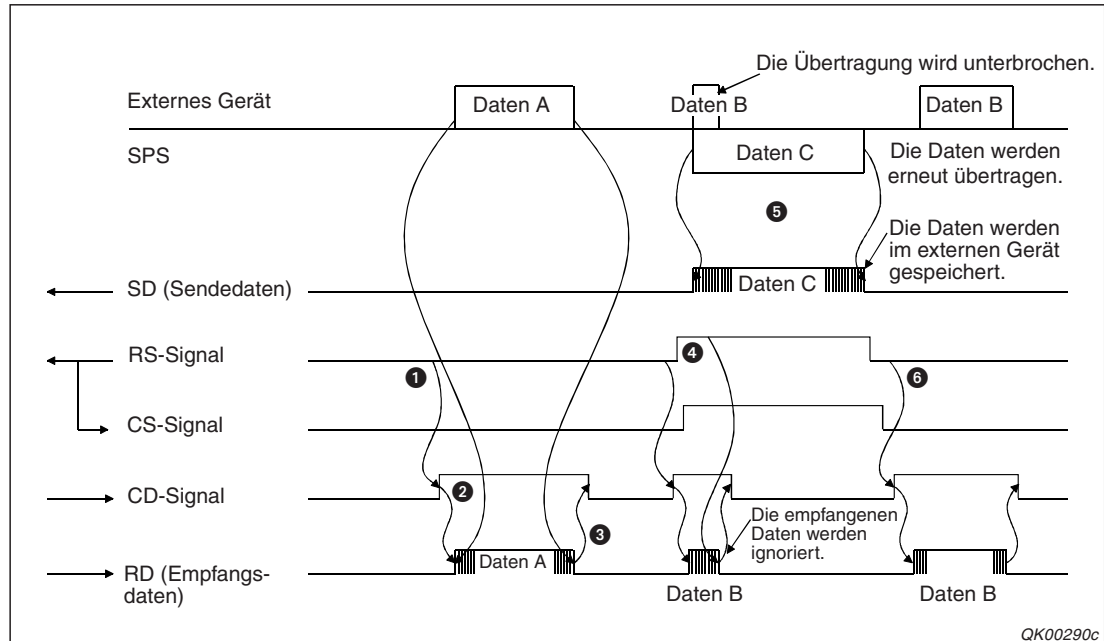

Abb. 12-4: Daten, die das Schnittstellenmodul empfängt, während es Daten sendet, werden nicht beachtet
(Die Schritte ① bis ③ entsprechen dem „normalen“ Senden, das auch in Abb. 12-4 dargestellt ist. Die Schritte ④ bis ⑥ beschreiben den Fall, dass beide Geräte gleichzeitig senden.)